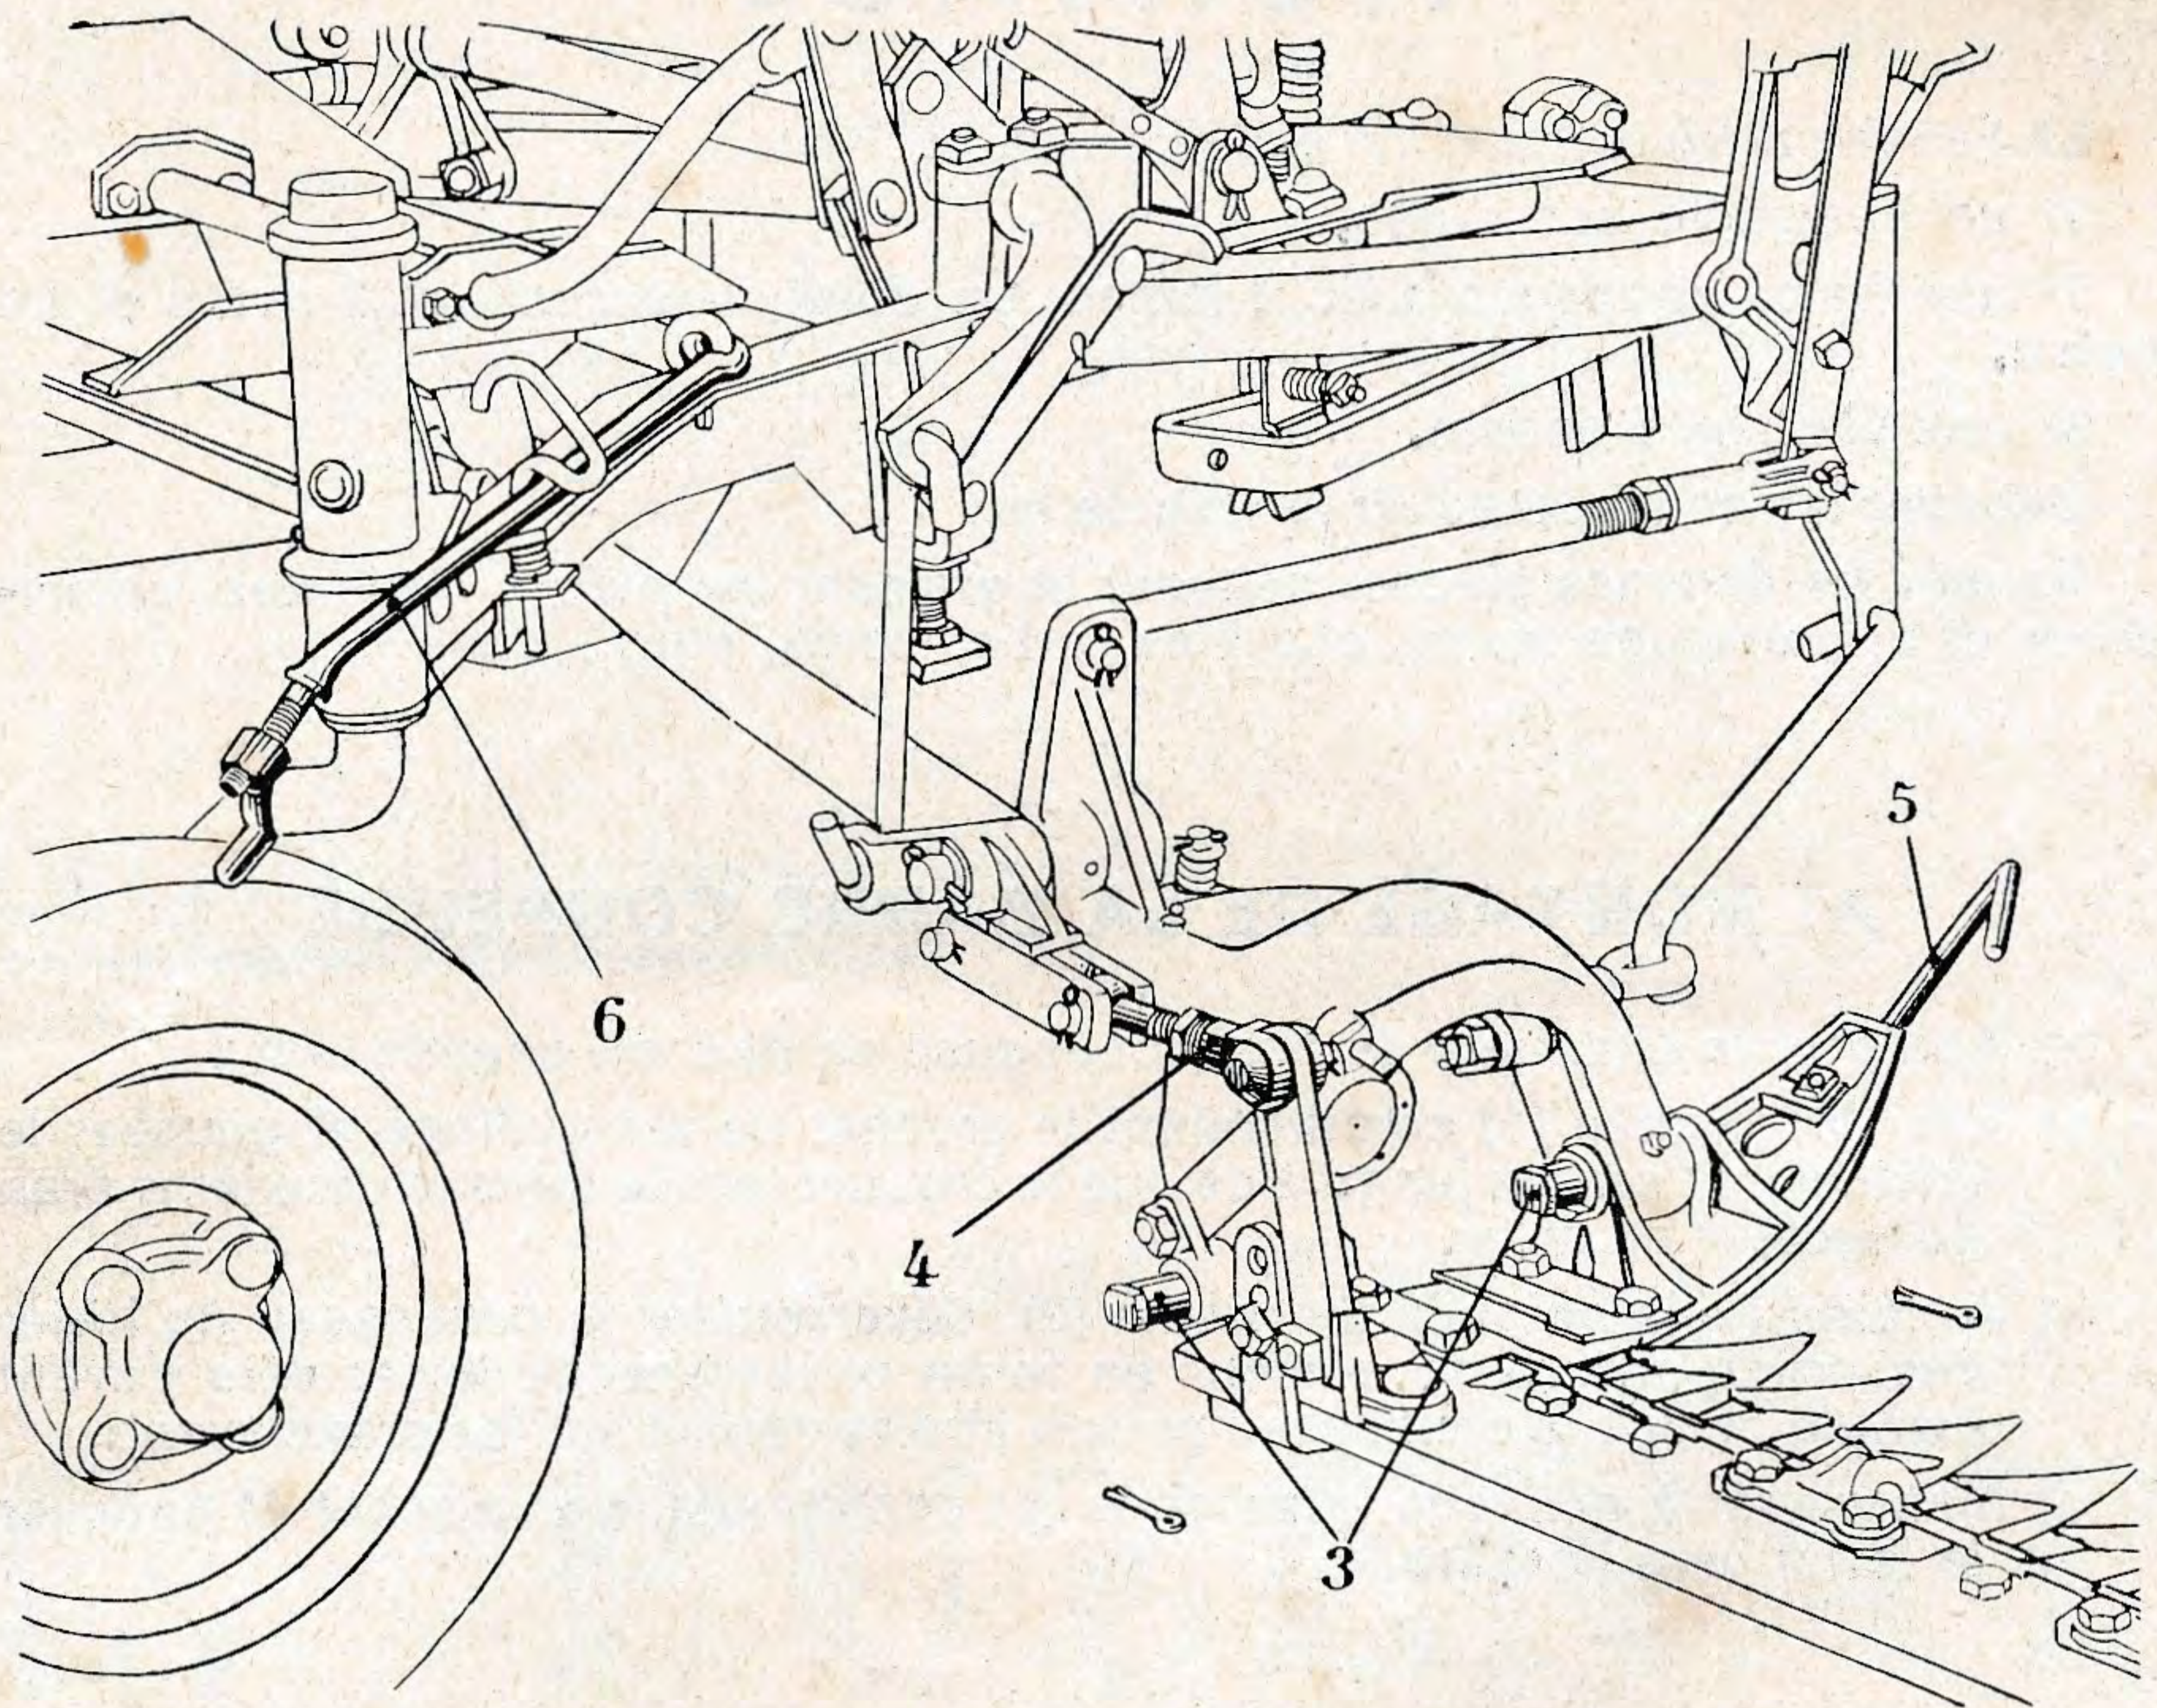

fig. 2
- a) Détacher la barre coupeuse de la tringle soutien (6) et immobiliser cette dernière sous le système à ressort placé à l'arrière de la machine (voir fig. 2).
- c) Escamoter la butée de relevage à l'aide de sa crémaillère (1).
- d) Basculer vers l'arrière le levier à came (2) pour maintenir le crochet de verrouillage hors de contact avec le secteur en acier.